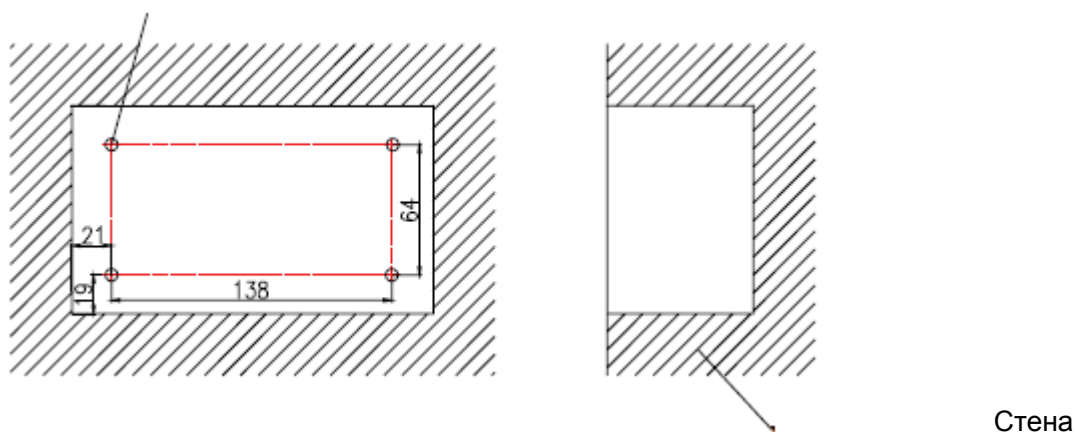

Рис. 18
- 2) Сделайте разметку для 4 деревянных или пластиковых дюбелей (см. Рис. 18).